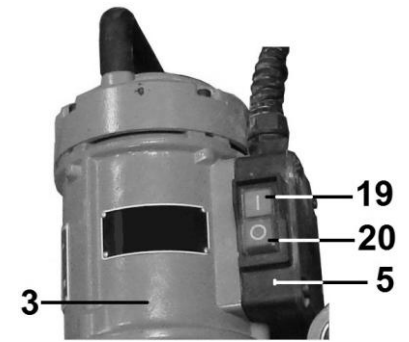

Рис. 6
8.2.1. Осторожно начните процесс сверления, нажмите кнопку (19) (Рис. 6).
7.3.3. Для включения дрели нажмите зеленую кнопку I (19) (ПУСК) магнитного пускателя (5) расположенного на корпусе (3), для выключения - нажмите красную кнопку O (20) (СТОП) (Рис. 6).
7.3.5. Для отключения дрели от электропитания нажмите на кнопку (20) магнитного пускателя (5) (Рис. 6), а затем нажмите синюю кнопку **TEST (ТЕСТ)** (18) (Рис. 5), индикаторная лампочка (17) погаснет (Рис. 4).